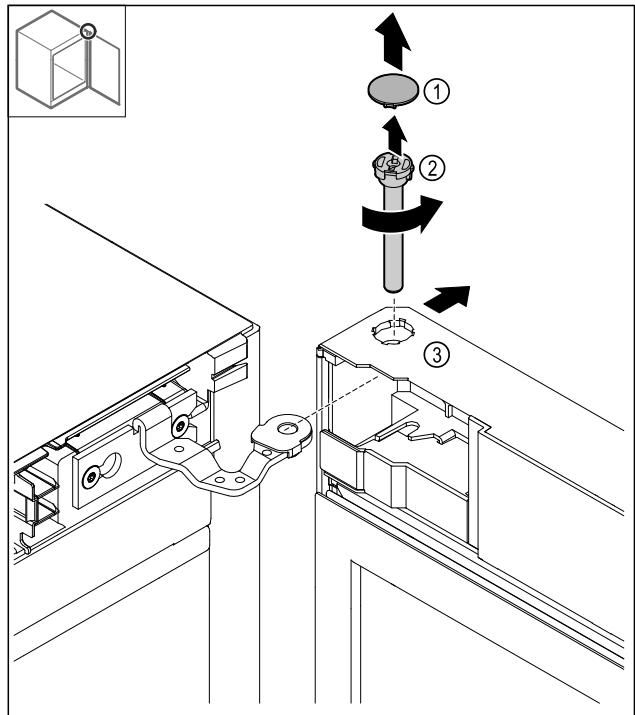

Fig. 15
- Retirer le cache Fig. 15 (1).
- Dévisser le boulon Fig. 15 (2) dans les sens inverse des aiguilles d'une montre et le retirer.
- Basculer légèrement la porte Fig. 15 (3).